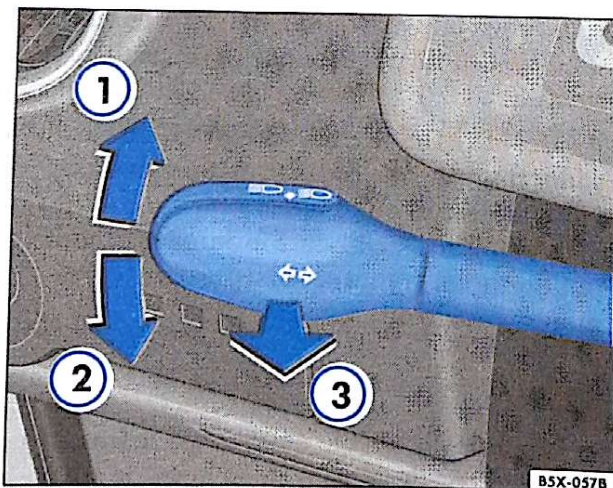

Fig. 61 Alavanca dos indicadores de direção e da comutação dos faróis / faróis de longo alcance
– Desloque a alavanca para cima, até o batente ⇒ fig. 61 ①, para indicadores de direção à **direita**, e para baixo ② para indicadores de direção à **esquerda**. A luz correspondente no painel pisca também.
- Para ligar os faróis altos / faróis de longo alcance24), pressione a alavanca ⇒ Página 78, **fig. 61** ③ na direção do volante, com a ignição ligada e com o interruptor das luzes na posição  ⇒ Página 75. Com os faróis altos ligados, aparece no painel de instrumentos a luz indicadora correspondente .
- Para desligar, pressione novamente a alavanca ⇒ Página 78, **fig. 61** ③ na direção do volante.
- Com os faróis apagados, pressione a alavanca em direção ao volante ⇒ Página 78, **fig. 61** ③, para acionar os sinais de luzes. Com o lampejamento, aparece no painel de instrumentos uma luz correspondente .